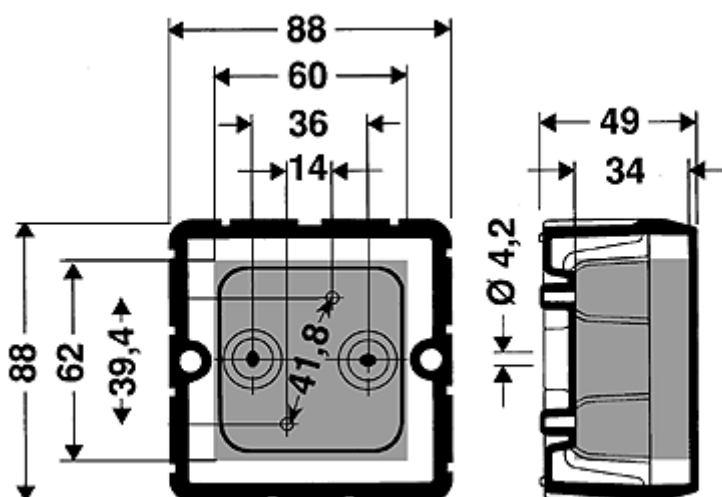

Рис. 5.16
5.5.16. Внешний вид и основные размеры корпуса AD02 приведены на рис.5.16.
5.6.14. Внешний вид и основные размеры корпуса AD04 приведены на рис.5.16.